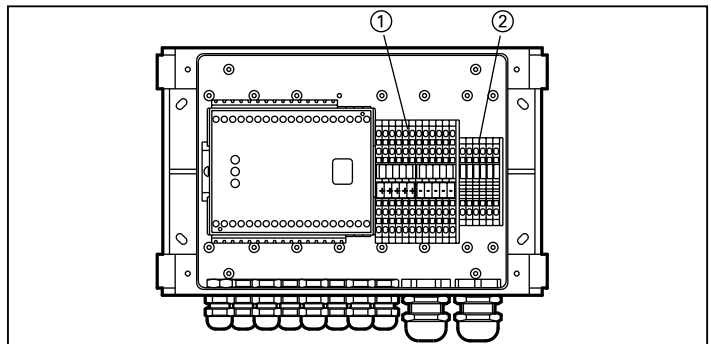

Abb. 5-1: Klemmenblöcke IP-65-Gehäuse
**Hinweis** Beim IP-65-Gehäuse sollten die Klemmenblöcke im Gehäuse entsprechend *Abb. 5-1* für die Verdrahtung der Sicherheits-Lichtschranken und Muting-Sensoren verwendet werden.